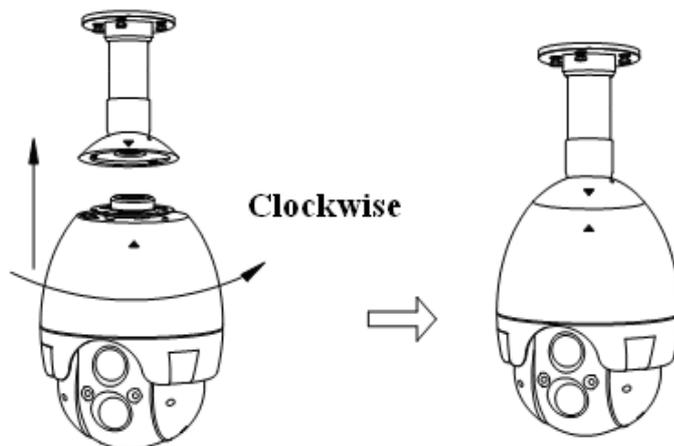

Figura 17
- 3) Fijese en la marca del cuerpo del domo y ajústela con la plataforma, empuje el cuerpo hacia arriba hasta el final y gire en sentido horario hasta oír un clic. (como se muestra en la figura 17)
- 4) Figura 17 Muestra del sistema instalado.